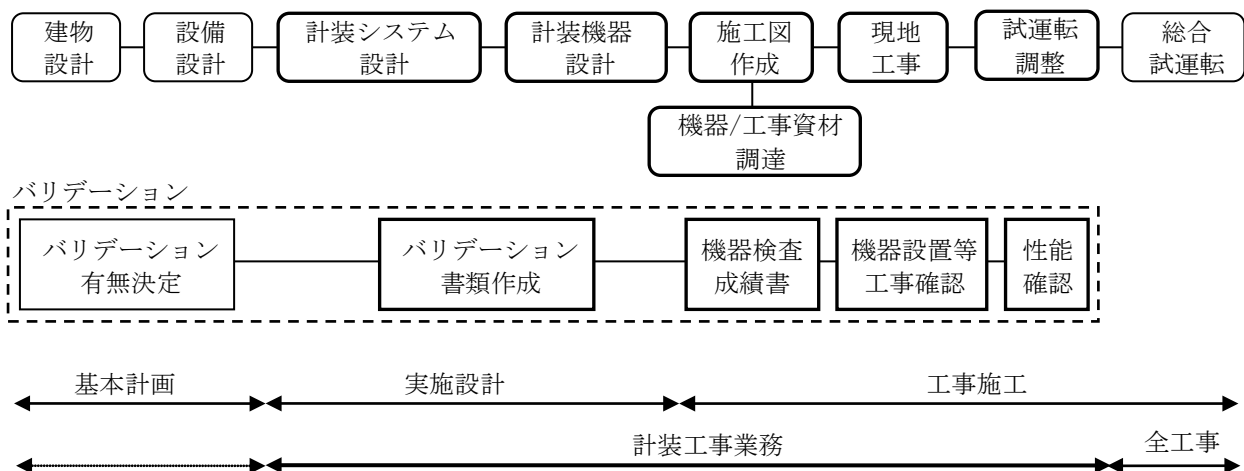

図 1.1 計装工事の範囲
**1.1 計装工事の業務範囲** 計装工事の範囲は基本計画、実施設計、工事施工、設備保全と規定する。この規定により計装工事の範囲を図 1.1 に示す。